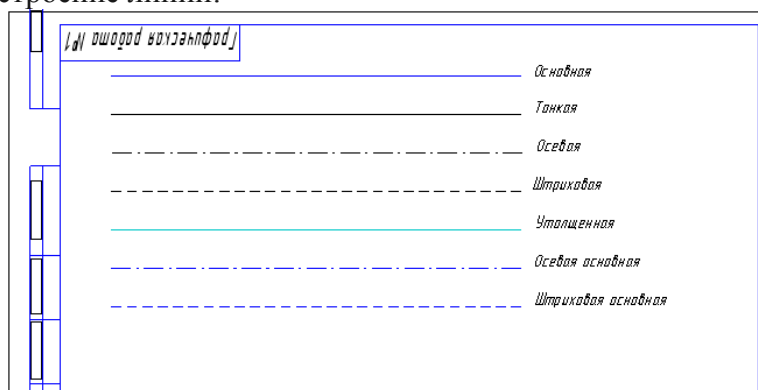

Рисунок 48
14. Заполните ячейки штампа. Установите курсор на ячейке, зафиксируйте его положение нажатием ЛКМ и начните заполнение с клавиатуры (рис. 48):